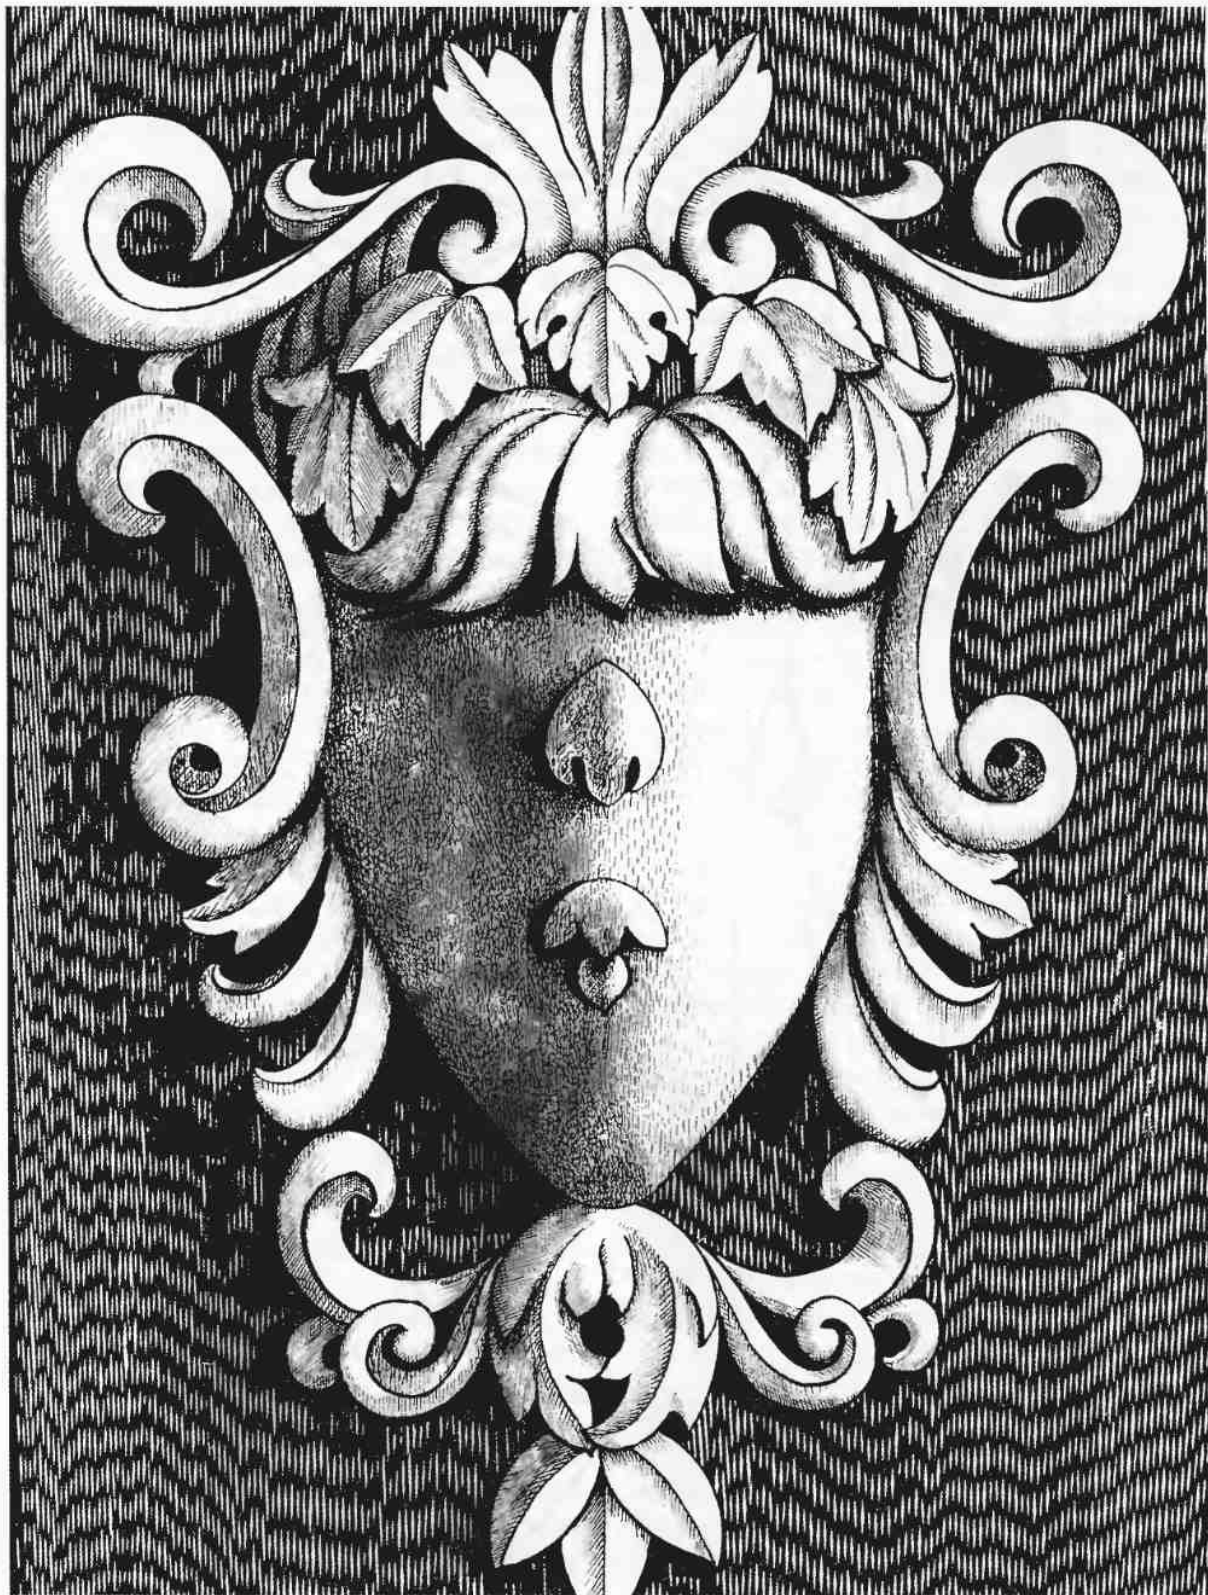

Рис. 395. Стилизованная декоративная маска для декора верхней части торцевых досок углов дома, филенок дверей, наличников окон
**Орнамент в виде маски.** Теперь познакомимся с изготовлением орнамента в виде маски, помещаемого в верхней части торцевой доски (рис. 395), как с наиболее сложным из аналогичных орнаментов (см. рис. 393). Завитки и волюты этого орнамента в общем сочетании образуют как бы волосы и украшения стилизованной маски женщины. Орнамент построен по законам зеркальной симметрии, в некоторых местах слегка нарочито нарушаемой.